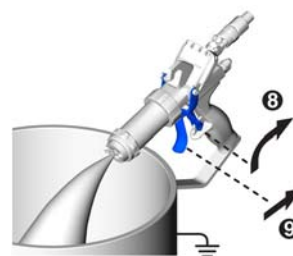

Рис. 21
11. Снимите спусковой крючок пистолета с предохранителя. См. Рис. 21.
12. Удалите воздух из шлангов для смолы и катализатора, выполнив следующие действия. Прижмите пистолет к краю находящейся под ним заземленной емкости и нажмите на спусковой крючок с целью распыления. Производите распыление до тех пор, пока из обоих отверстий в передней части пистолета не начнет появляться жидкость без примеси воздуха. См. Рис. 21. Возможно, для подачи жидкости понадобится немного увеличить давление воздуха в насосе.